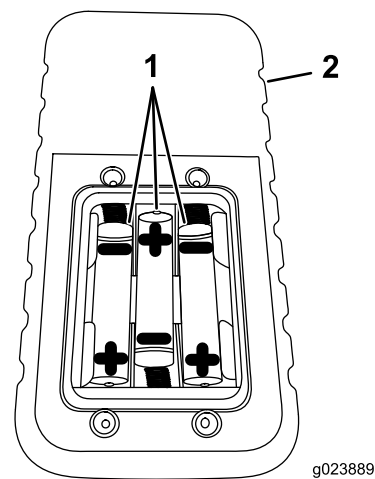

Рисунок 59
4. Установите три новых элемента питания типа AAA, расположив их так, как показано на Рисунок 59.